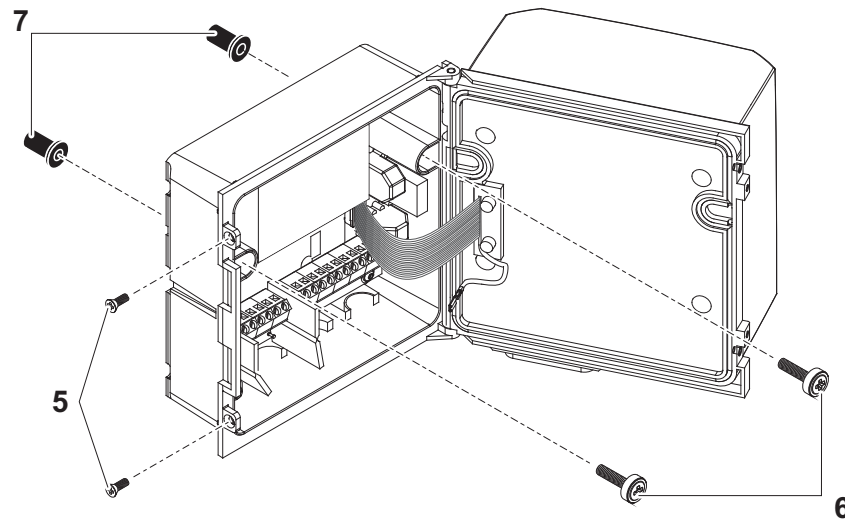

Bild 3-6 Schutzdachmontage: ISO-Blindmuttern vormontieren
- 2 Die beiden Senkschrauben (Pos. 5 in Bild 3-6) entfernen und den Deckel aufklappen.
- 3 Die Zylinderschrauben (Pos. 6 in Bild 3-6) mit den Kunststoffunterlegscheiben in die Montagebohrungen einführen und ISO-Blindmuttern (Pos. 7) locker aufschrauben.
- 4 Den Universal-Transmitter an das Schutzdach ansetzen und mit den beiden Schrauben (Pos. 6 in Bild 3-6) festschrauben.
- 5 Den Deckel schließen und mit den beiden Senkschrauben (Pos. 5 in Bild 3-6) fixieren.